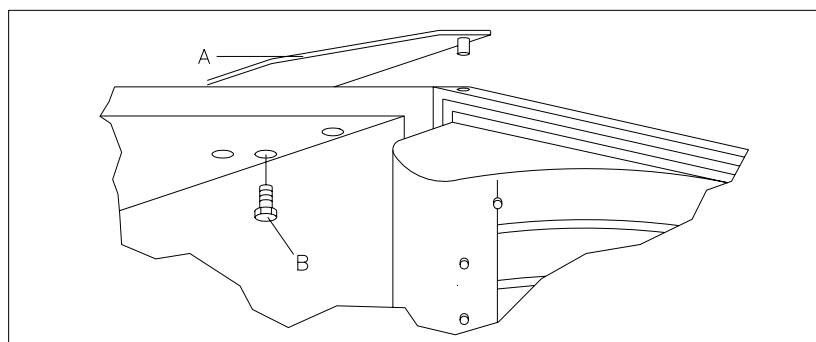

FIG. 15
- 5) Después de haber sacado todos los cables eléctricos, marcar la posición de la bisagra superior de la puerta y aflojar los tornillos (pos. B) mediante una llave de 13 mm. quitando la plancha (pos. A) FIG. 15. (Sería conveniente que otra persona ayudara a sostener la puerta mientras se saca).
- 8) Regular las planchas A FIG. 15 y el bloque de la cerradura de la puerta para alinearla correctamente y para regular la presión en la empaquetadura de la puerta.